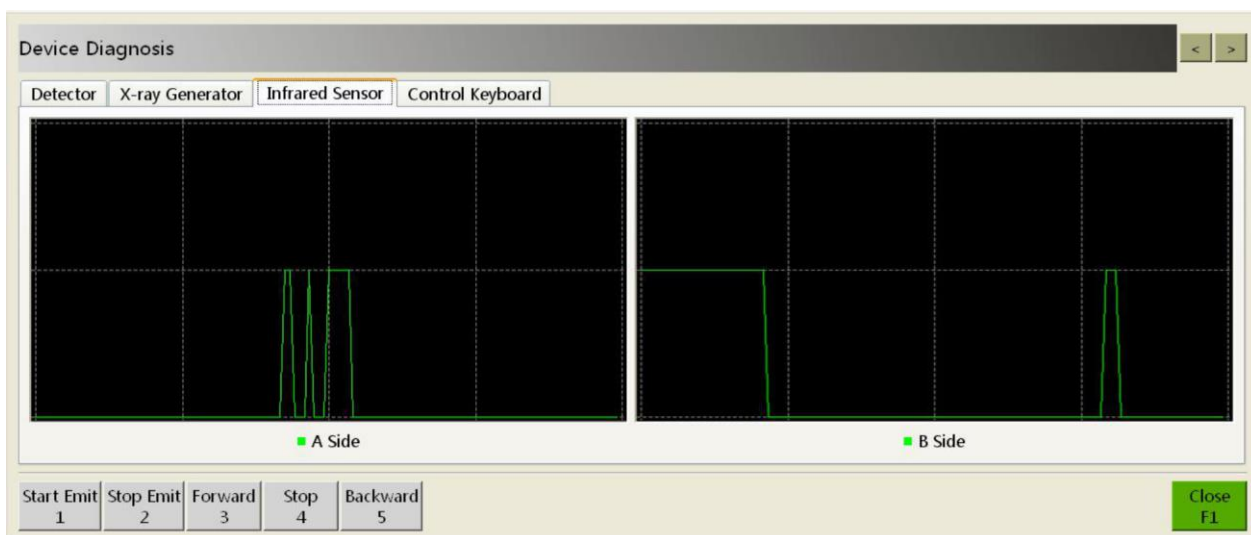

Рис. 6.27 Интерфейс диагностики инфракрасных датчиков
**Способ 2.** Поместите багаж на ленту конвейера и нажмите кнопку Forward 3 («Вперед»). После этого с порта А поступит сильный сигнал в форме меандра: это указывает на то, что порт А функционирует нормально. Затем нажмите кнопку Backward 5 («Назад»): сигнал в форме меандра поступит с порта В, указывая, что порт исправен. Пример показан на Рис. 6.27.